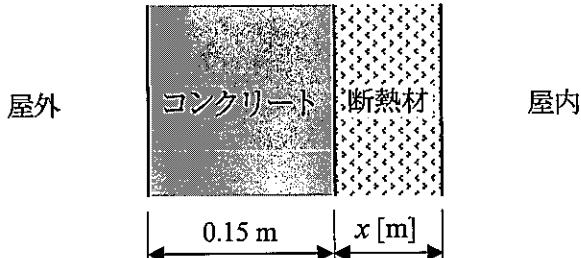

図 1
- (1) 空調負荷を求める際の前提となる、外壁や窓など建築物の外皮を介して出入りする熱量を求めるために、熱貫流率 U や日射熱取得率 η が用いられる。ここで、図 1 に示すような厚さ 0.15m のコンクリートと、厚さ x [m] の断熱材からなる断面構成の外壁を介しての熱の移動について考える。ここで、外壁を構成するコンクリートの熱伝導率 λ_c が 1.5 W/(m·K)、断熱材の熱伝導率 λ_r が 0.05 W/(m·K)、外壁の屋外表面の熱伝達率 α_o が 23 W/(m²·K)、屋内表面の熱伝達率 α_i が 9 W/(m²·K) であるとする。